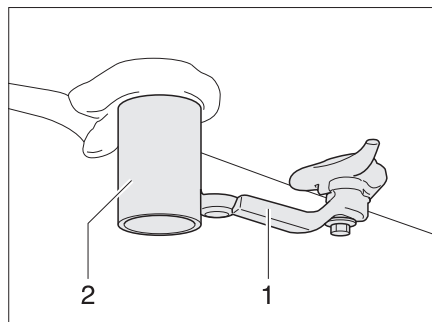

Fig. 152 Bec d'écoulement des eaux usées et robinet de vidange
- Placer un récipient approprié sous le bec d'écoulement d'eau (Fig. 152,2) ou le véhicule avec le bec d'écoulement au-dessus d'un point d'élimination spécialement prévu à cet effet.
- Ouvrir le robinet de vidange (Fig. 152,1). Les eaux usées s'écoulent.